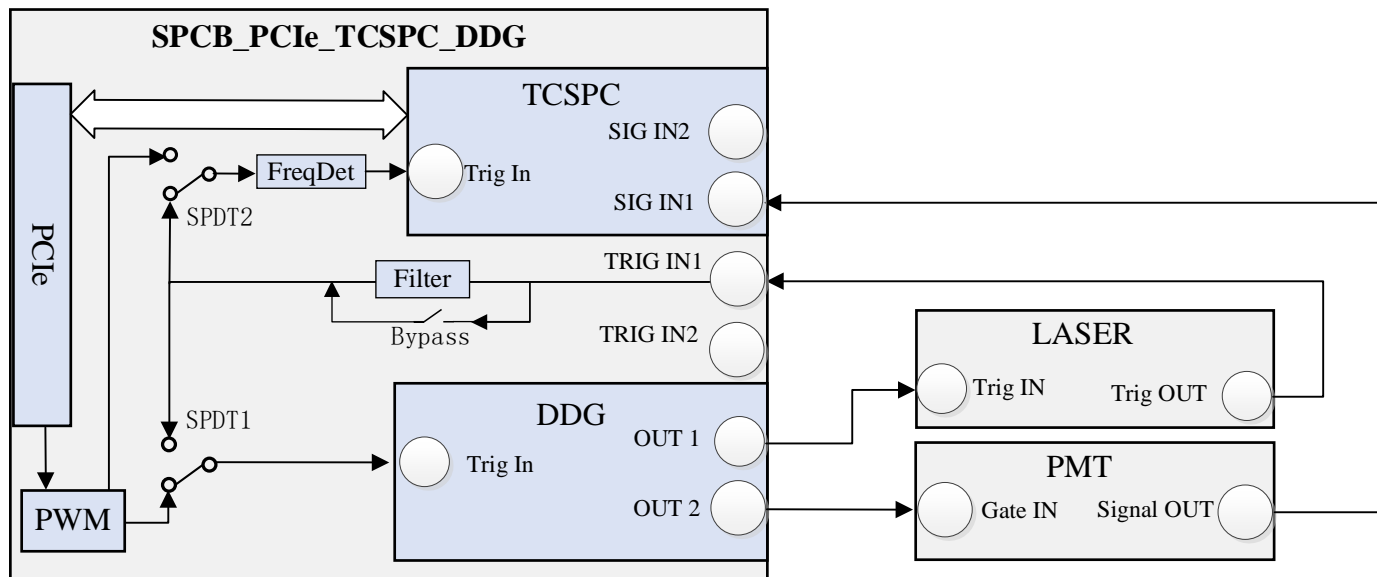

图7 采集卡典型应用（DDG使用内触发、TCSPC外触发）
4) **典型实现（参考图7）：**DDG接收内部触发信号后，通过其不同通道输出具有精确、可调延时的 Trig_IN 和 Gate_IN 信号，实现所需的时序配合。